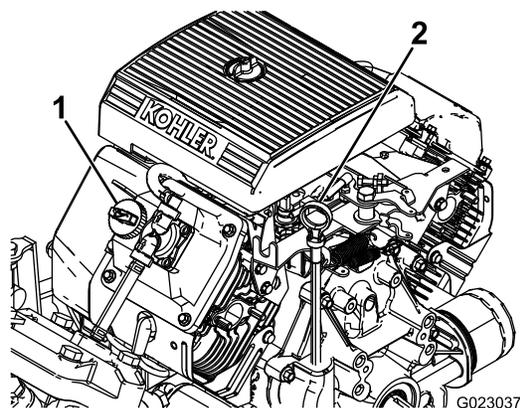

図 11
2. ディップスティックを抜き、きれいなウェスで一度拭く(図 11)。
4. 油量が少なければ、バルブカバー(図 11)の上についている補給口を開け、ディップスティックの Full マークまでオイルを補給する；オイルの種類や粘度の選択についてはエンジンオイルについて(ページ 38)を参照。補給するときは、ディップスティックで確認しながら少量ずつ入れる。入れすぎないように注意してください。